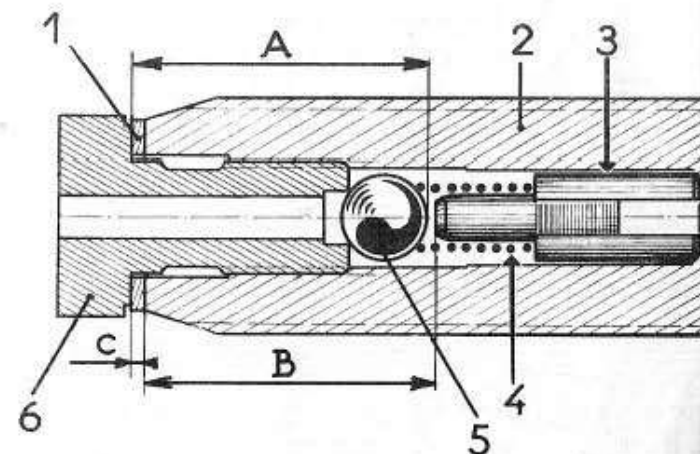

Fig. 7
- 6) Poser et régler le culbuteur (voir M.R. 107). Injecter de l'huile par le siège (6- Fig. 7) (voir M.R. 103).
(axe déposé) - (Fig. 7)